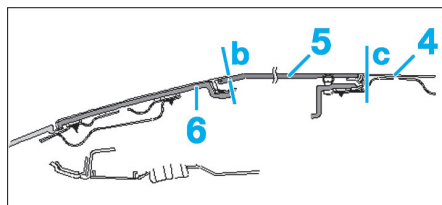

FIG. 97
- A l'avant du couvercle, ajuster la cote (b) à 1 mm plus bas que le cadre (6) (Fig.97).